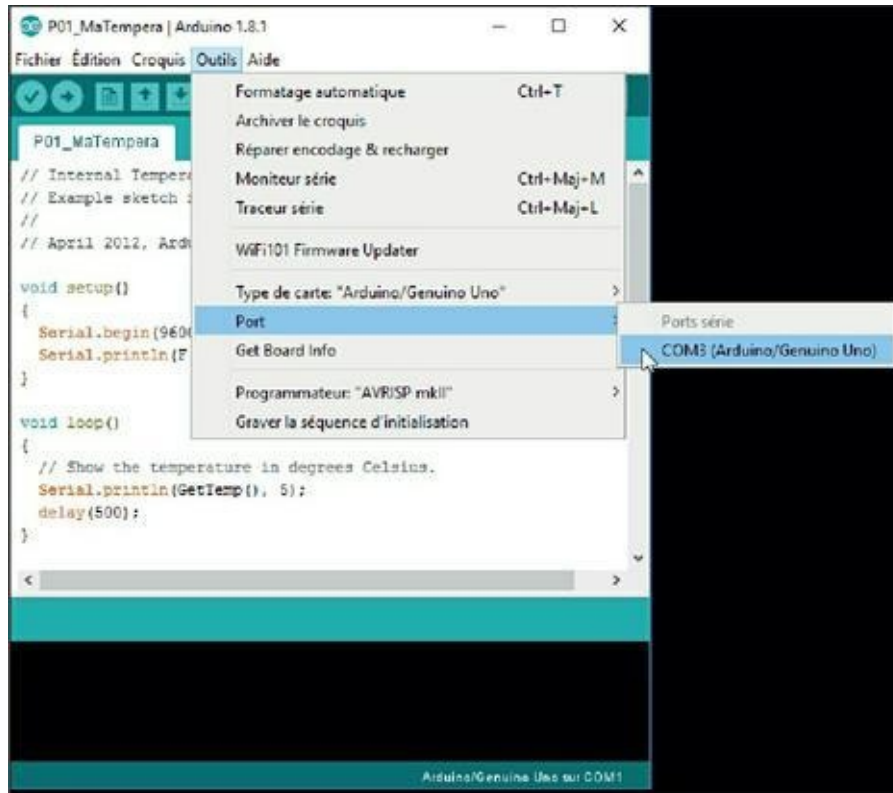

Figure 2.15 : Choix du port de communication.
3. Ouvre à nouveau le menu **Outils** et choisis le sous-menu **Port**(Figure 2.15). Ce menu est grisé si tu n'as pas branché la carte ou si elle n'est pas du tout détectée.